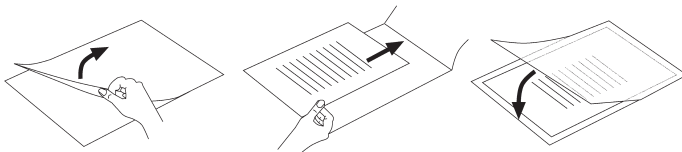

Abb. 2
- ▶ Beachten Sie, dass Sie lediglich eine Folie zum Laminieren verwenden. Klappen Sie diese vorher auf, wie in Abb. 2 dargestellt.
- ▶ Beachten Sie, dass Sie lediglich eine Folie zum Laminieren verwenden. Klappen Sie diese vorher auf, wie beispielsweise in Abb. 2 dargestellt.